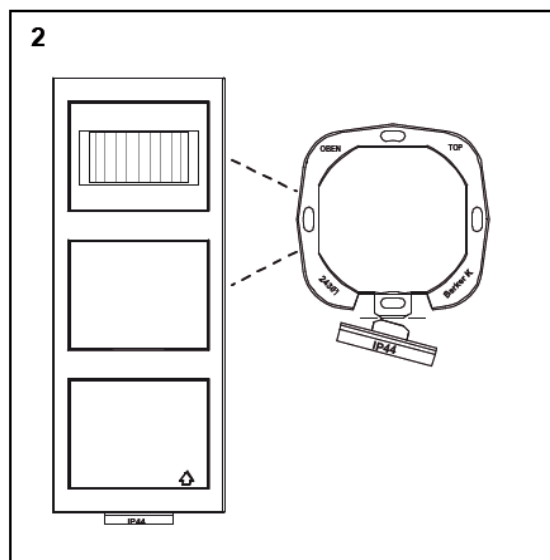

Bild 2
- Gegebenenfalls IP44-Fahne vom Dichtungsflansch abtrennen (Bild 2).
Nur der untere Dichtungsflansch benötigt die angeformte IP44-Fahne (Bild 2).